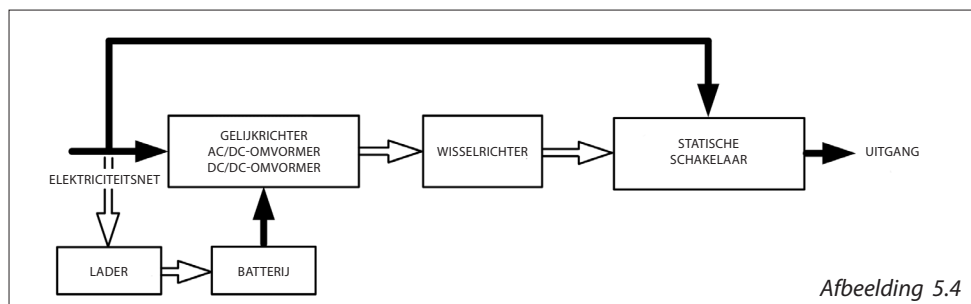

Afbeelding 5.3
3. Bij een storing zal de UPS werken zoals in afbeelding 5.3. Als de batterijen bijna leeg zijn, zal de zoemer constant afgaan totdat ze volledig leeg zijn. Dankzij de bescherming voor zwakke batterijen van de UPS zal de voeding bij een bepaald ladingsniveau worden uitgeschakeld om een diepe ontlading van de batterijen te vermijden.